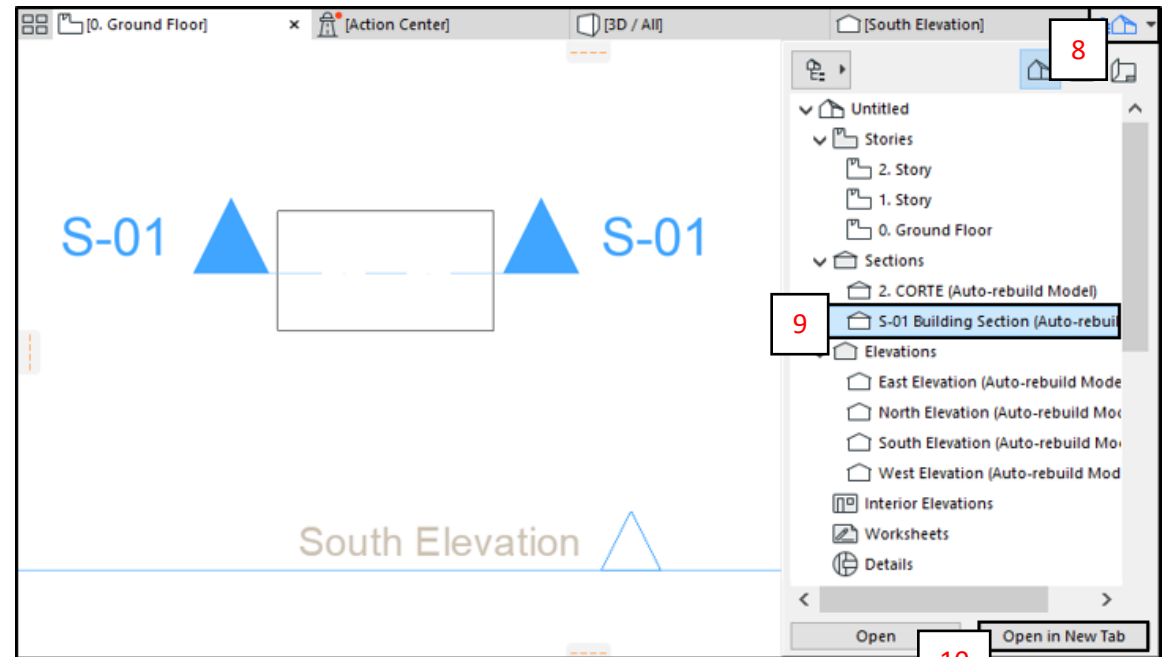

Fig. 22
(Fig. 22)
E. Para abrir la vista corte, desplegar el *Navegador* (8). En el menú “Sections”, seleccionar la vista corte (9), y luego **Open in New Tab** (10). (Fig. 22)